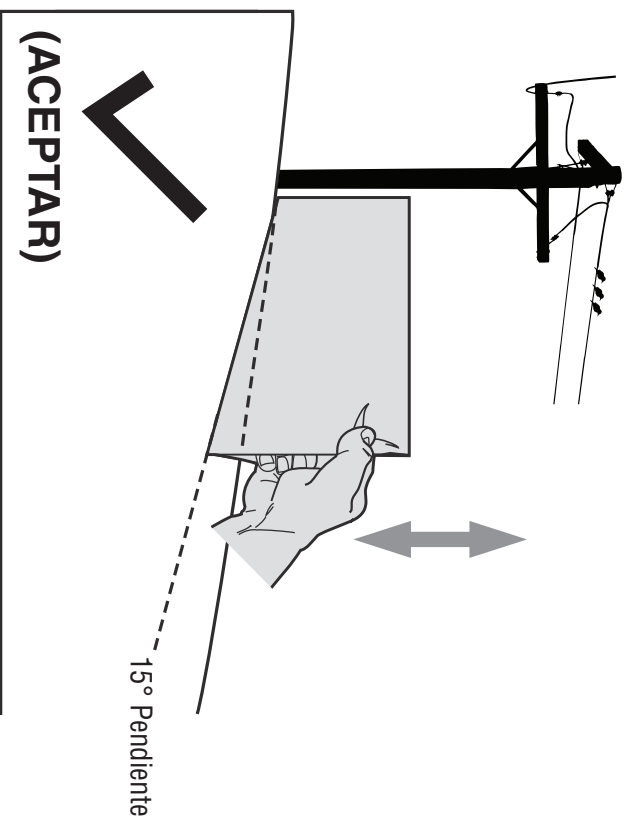
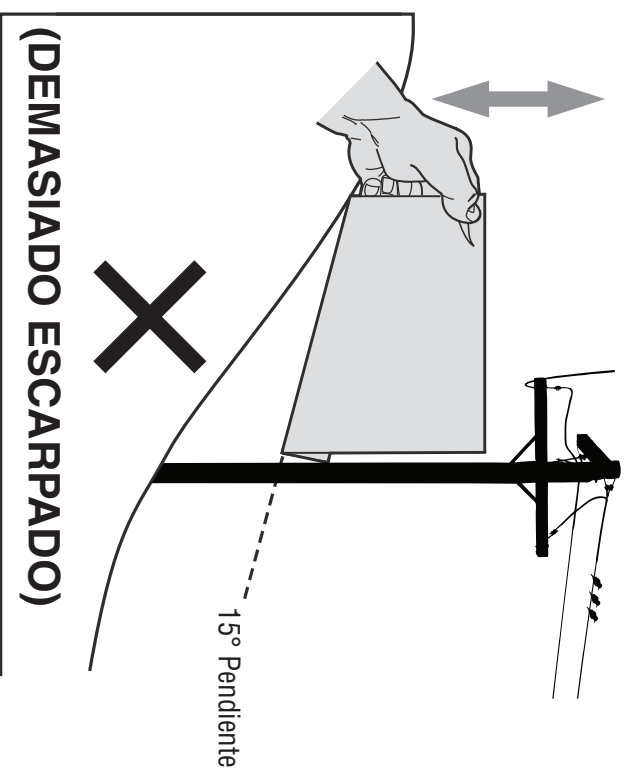

Figura 1
Figura 2
3. Alinee cada lado de pendiente de calibre con el objeto vertical (consultar Figura 1 and Figura 2 ).
4. Ajuste el pendiente de calibre arriba o hacia abajo hasta los toques esquina izquierda el pendiente (consultar Figura 1 and Figura 2).
5. Si hay un espacio por debajo de la pendiente de calibre, el pendiente es demasiado escarpa por operación segura (consultar Figura 2 above).